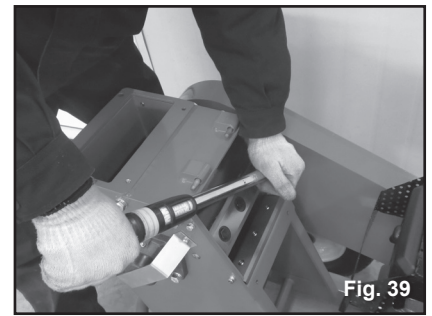

Fig. 39
13. Apriete los pernos con una llave de torsión de hasta 80Nm para las cuchillas (Fig. 39).